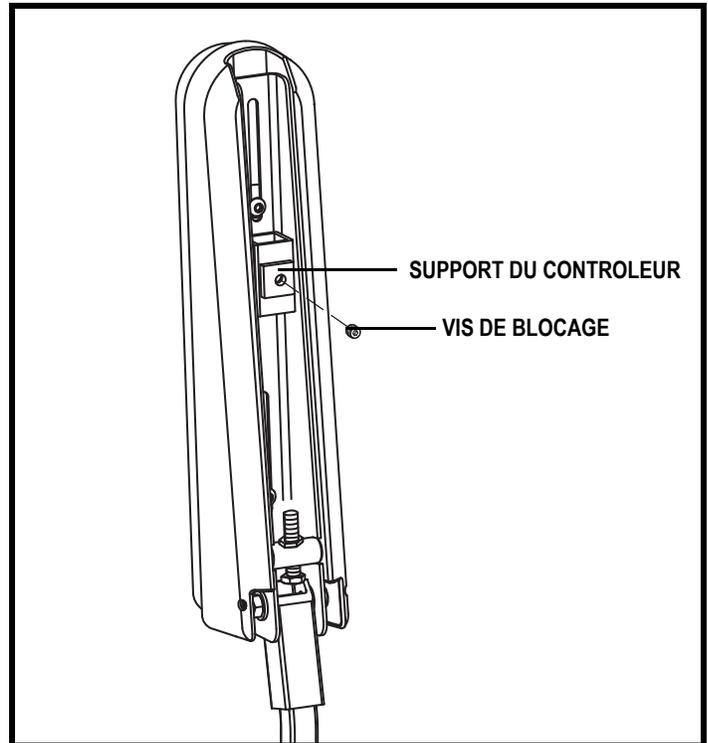

Figure 19. Dessous de l'accoudoir
2. Desserrez la vis de réglage sous l'accoudoir. **Voir la figure 19.**
6. Desserrez la vis de réglage. **Voir la figure 19.**